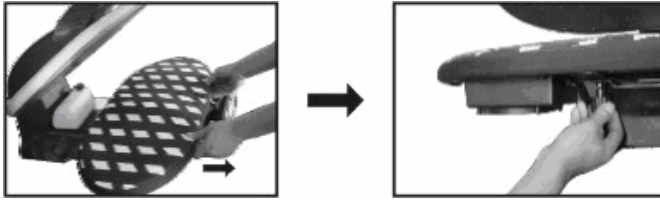

Abbildung 7
- d) Lösen Sie die Befestigung des Textilien-Bretts auf der Unterseite der Bügelfläche. Ziehen Sie das Textilien-Brett heraus und stecken Sie die Befestigungsvorrichtung wieder fest (siehe Abbildung 7).